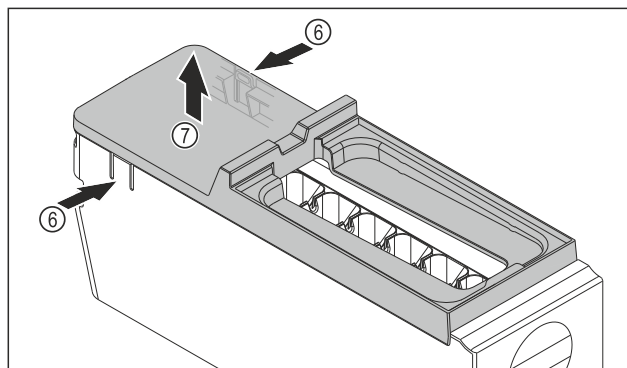

Fig. 106
- ▶ Izvadite poklopac tijela sustava EasyTwist-Ice: Pritisnite jezičke Fig. 106 (6) na obje strane tijela sustava EasyTwist-Ice jednom rukom.
- ▶ Poklopac Fig. 106 (7) drugom rukom izvucite prema gore.